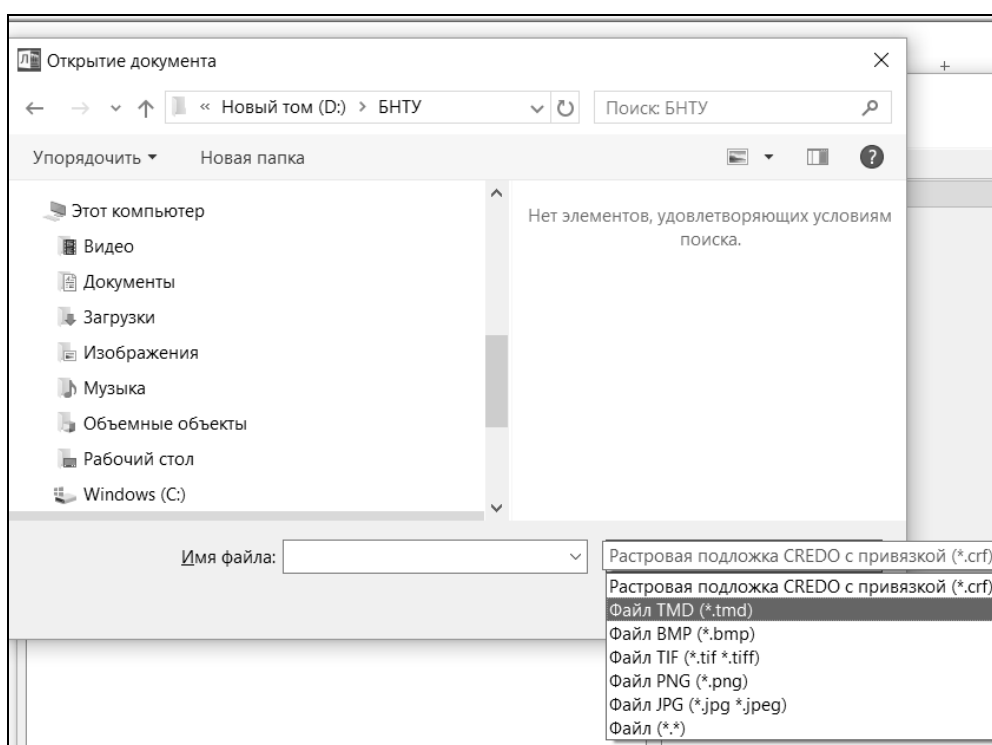

Рис. 1.11. Импорт растра
3. В окне ОТКРЫТИЕ ДОКУМЕНТА укажите тип импортируемого файла – ФАЙЛ TMD (рис. 1.11) и импортируемый файл – **Карта местности.tmd**.